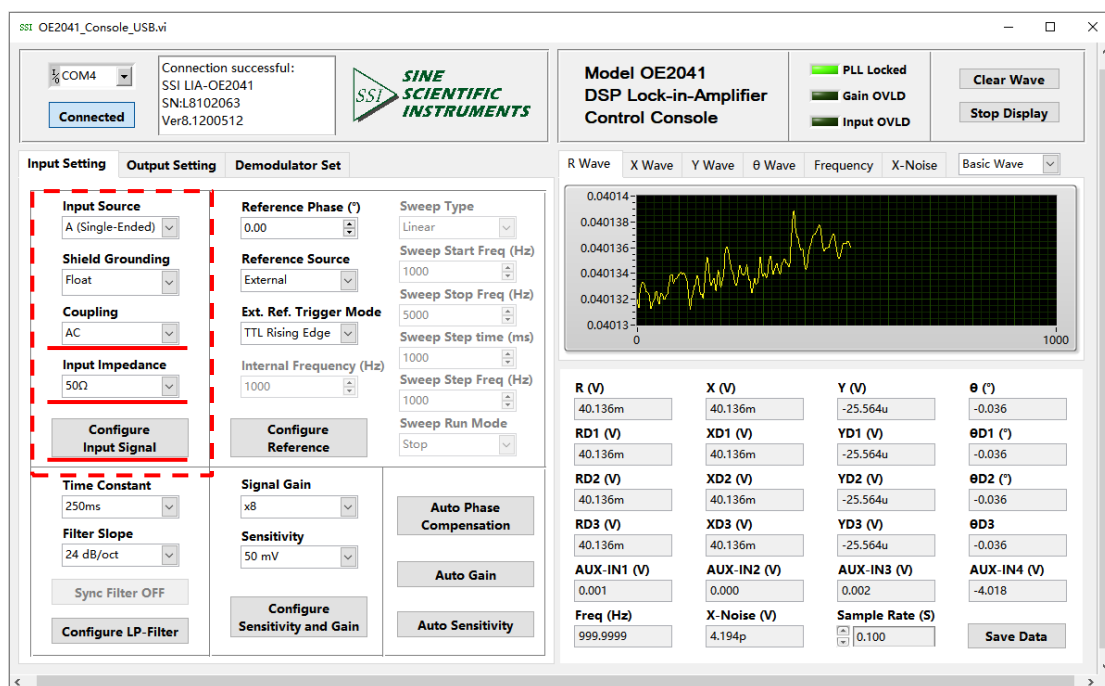

图77. 输入信号配置图
1. 首先根据表 14，在输入信号配置中选择输入信号类型、输入耦合方式和是否开启陷波器，其它选项默认，如下图 77 所示，最后需要点击“Configure Input Signal”，以完成输入信号的配置：